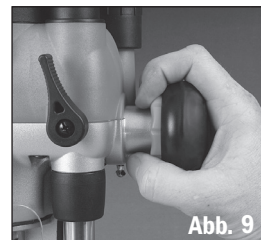

Abb. 9
2. Ziehen Sie den Kupplungsring der Kurbel zur Tiefeneinstellung in den Griff und Drehen dann den Griff, um den Schneider zu senken oder zu heben. Lassen Sie den Ring an der gewünschten Tiefe los, damit er einrasten kann und arretieren Sie den Schneider in der gewünschten Tiefe (**Abb. 9**).